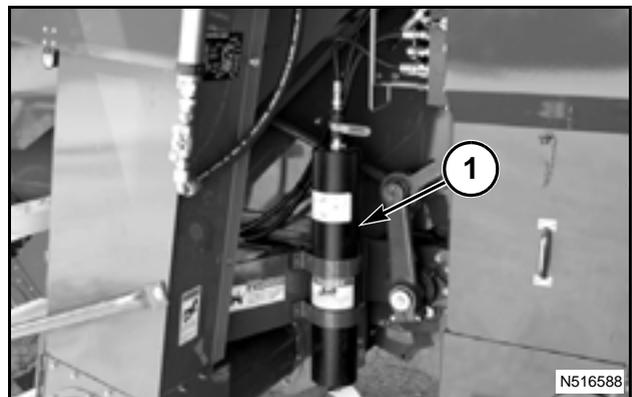

FIG. 231
FIG. 231: Para obtener un rendimiento equilibrado y protección contra choques, existe un acumulador hidráulico (1) cargado con nitrógeno conectado al sistema de elevación del cabezal. El acumulador es del tipo pistón, con gas comprimido de un lado y el aceite proveniente del sistema de elevación del cabezal del otro lado del pistón. El aceite hidráulico fluyó hacia adentro y afuera del acumulador contra la presión precargada del gas nitrógeno comprimido.